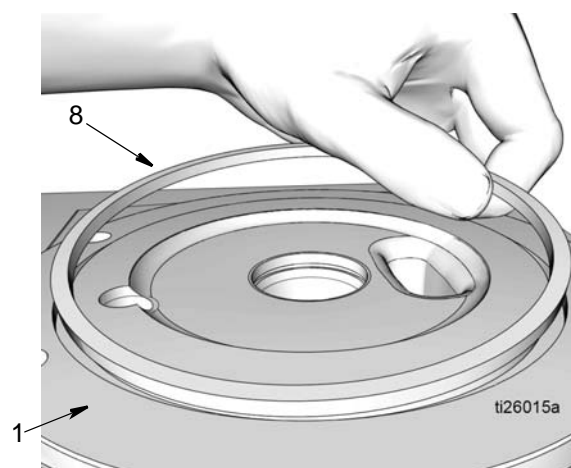

Рис. 46
7. Нанесите тонкий слой консистентной смазки на прямоугольное уплотнительное кольцо круглого сечения (8). Вставьте прямоугольное уплотнительное кольцо круглого сечения (8) в паз на основании насоса (1), как показано на Рис. 46.